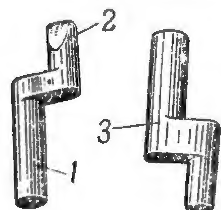

Рис. 21. Разобщик автоматического спуска:
22. Разобщик автоматического спуска (рис. 21) служит для освобождения курка с автоматического спуска при закрытом затворе. Разобщик имеет: нижний конец для действия на автоматический спуск; верхний конец, на который действует стемпель затвора и опускает разобщик вниз. Нижняя плоскость колена ограничивает смещение разобщика вниз, а верхняя препятствует продвижению разобщика вверх.